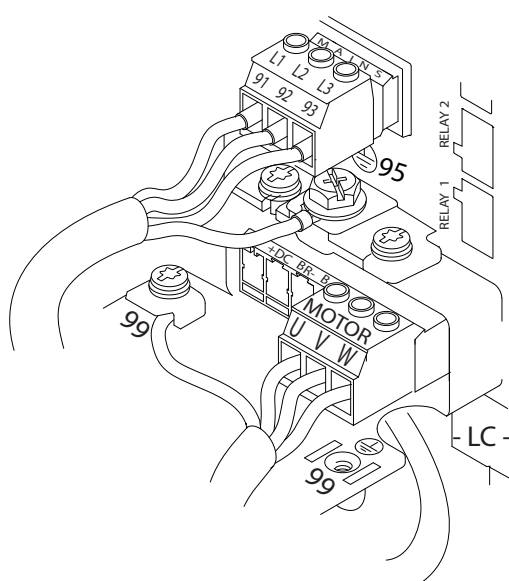

Рисунок 4.6 Пример подключения кабелей двигателя, силовых кабелей и заземления
На Рисунок 4.6 показано подключение сетевого питания, двигателя и заземления для базовых преобразователей частоты. Фактические конфигурации отличаются для разных типов устройств и дополнительного оборудования.
1. Подключите провода 3-фазного входного питания переменного тока к клеммам L1, L2 и L3 (см. *Рисунок 4.6*).